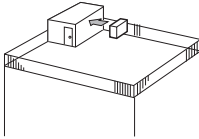

Fig. 2-2
- ① Suuntaa ilman poistoaukko kohti lähintä saatavilla olevaa seinää noin 35 cm:n päästä. (Fig. 2-2)